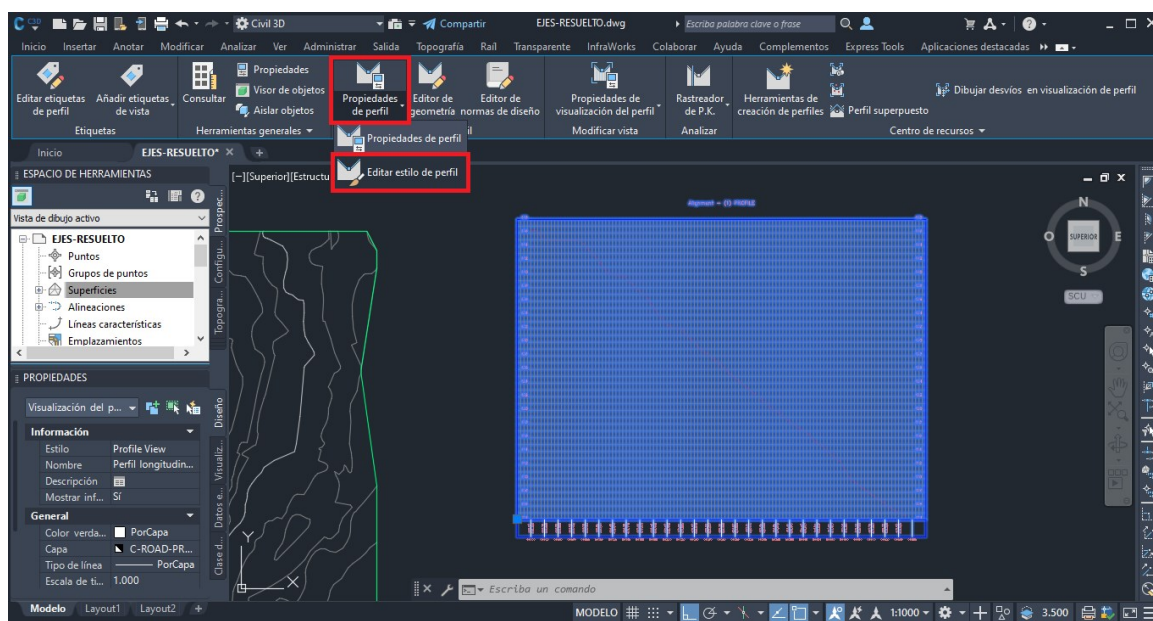

Figura 15. Apertura cuadro de diálogo *Estilo de visualización del perfil*, opción 2.
2. Se selecciona la visualización del perfil, de forma que en la cinta de opciones se abre una nueva ficha contextual. En el menú **Modificar perfil** de dicha ficha aparecerá la herramienta **Propiedades de perfil**. Si se abre el desplegable, se podrá escoger entre las opciones **Propiedades de perfil** o **Editar estilo de perfil** (Figura 15).